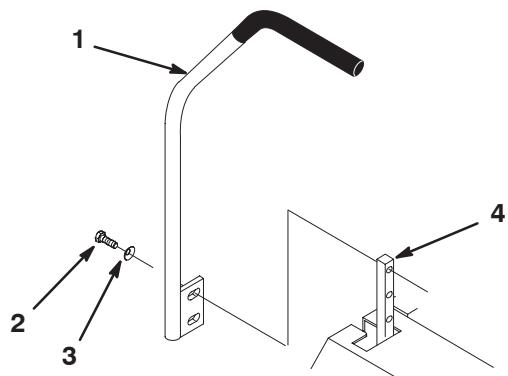

Figure 14
- Enlevez les 2 vis et rondelles bombées qui fixent le levier de commande à l'arbre du bras de commande (Fig. 14).
- Placez le levier de commande dans les trous suivants et fixez-le en position avec les 2 vis et rondelles bombées. La face concave de la rondelle doit être tournée vers l'arbre du bras de commande (Fig. 14).